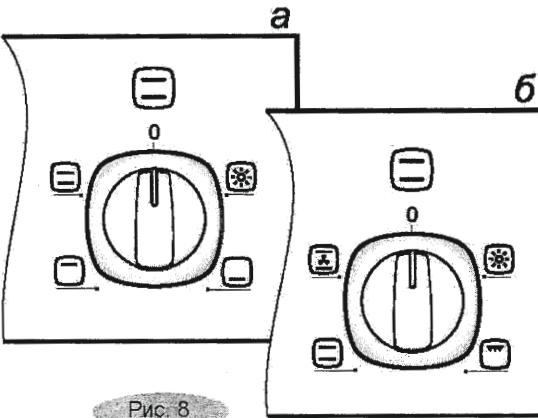

Рис. 8
- ручкой режимов работы устанавливается необходимый способ приготовления (в зависимости от модели может быть вариант **а** или **б** (рис. 8);